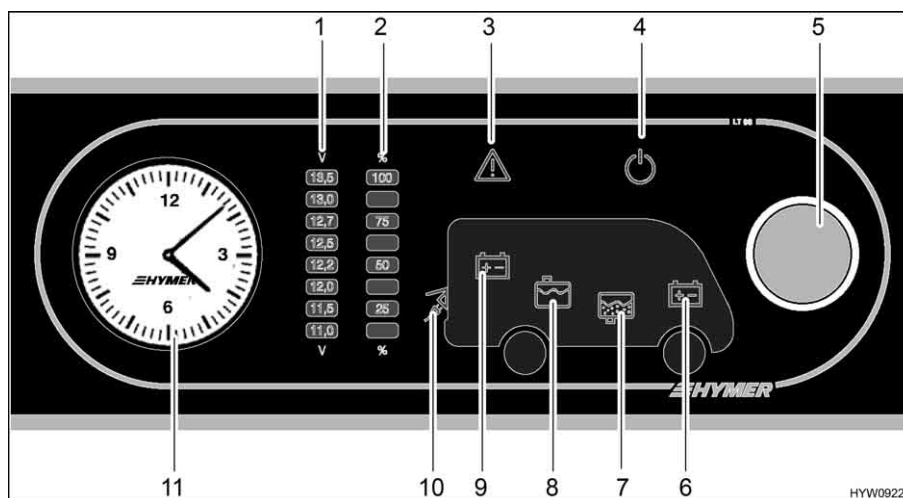

Fig. 124 Pannello di controllo (LT 98)
Il pulsante a rotazione (Fig. 124,5) inserisce o disinserisce il pannello di controllo e l'alimentazione a 12 V dell'abitacolo.
Accensione: ■ Premere il pulsante a rotazione (Fig. 124,5): L'alimentazione a 12 V dell'abitacolo è inserita. La spia di controllo a 12 V (Fig. 124,4) diventa verde.
Spegnimento: ■ Premere il pulsante a rotazione (Fig. 124,5): L'alimentazione a 12 V dell'abitacolo è disinserita. La spia di controllo a 12 V (Fig. 124,4) si spegne.
Mediante il pulsante a rotazione (Fig. 124,5) si possono interrogare sia la tensione della batteria dell'abitacolo che la tensione della batteria di avviamento. La tensione viene visualizzata sulla scala indicatore per la tensione della batteria (Fig. 124,1).
- Ruotare il pulsante a rotazione (Fig. 124,5), finché si accende il simbolo della batteria della quale deve essere interrogata la tensione.
Viene indicata la tensione della batteria dell'abitacolo (Fig. 124,9)
Viene indicata la tensione della batteria di avviamento (Fig. 124,6)
- Leggere la tensione sulla scala indicatore della tensione della batteria (Fig. 124,1).
Mediante il pulsante a rotazione (Fig. 124,5) si possono interrogare sia il livello del serbatoio dell'acqua che il livello del serbatoio delle acque grigie. Il livello viene visualizzato sulla scala indicatore livello dei serbatoi (Fig. 124,2).
- Ruotare il pulsante a rotazione (Fig. 124,5), finché si accende il simbolo del serbatoio del quale deve essere interrogato il livello.
Viene indicato il livello del serbatoio dell'acqua (Fig. 124,8)
Viene indicato il livello del serbatoio delle acque grigie (Fig. 124,7)
- Leggere il livello sulla scala indicatore del livello serbatoio (Fig. 124,2).
La spia luminosa Alarm (Fig. 124,3) lampeggia non appena i valori limite fissati vengono superati per eccesso o per difetto.
La spia luminosa Alarm (Fig. 124,3) lampeggia non appena la tensione della batteria scende al di sotto di 11 V. Se l'alimentazione a 12 V è accesa, si accende anche il relativo simbolo della batteria (Fig. 124,6 o 9), e l'indicatore "11,0" sulla scala indicatore della tensione della batteria (Fig. 124,1) lampeggia. Rischio di uno scaricamento totale della batteria.
La spia luminosa Alarm (Fig. 124,3) lampeggia ed il relativo simbolo del serbatoio (Fig. 124,7 o 8) si accende non appena il serbatoio dell'acqua è vuoto o il serbatoio delle acque grigie è pieno.
La spia di controllo a 230 V (Fig. 124,10) si accende quando all'ingresso della centralina elettrica è presente una tensione di rete.